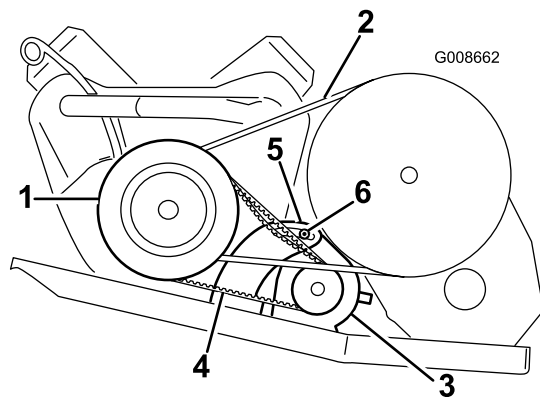

Figure 47
2. Desserrez l'écrou de pivot de l'alternateur du démarreur (Figure 47).
4. Inclinez le démarreur dans l'encoche jusqu'à ce que la courroie présente une flèche de 6 mm quand une force de 44 N est exercée (Figure 47).
5. Serrez l'écrou d'alternateur de démarrage et enlevez le levier (Figure 47). Serrez l'écrou à un couple de 88 à 115 Nm.